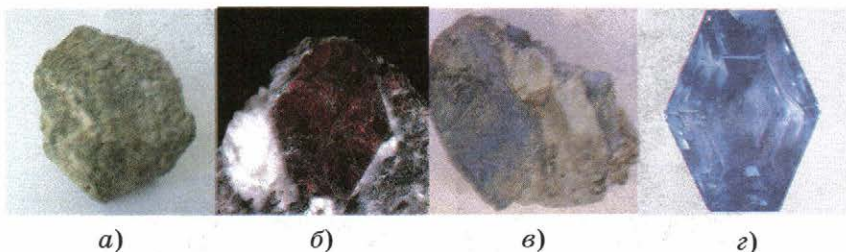
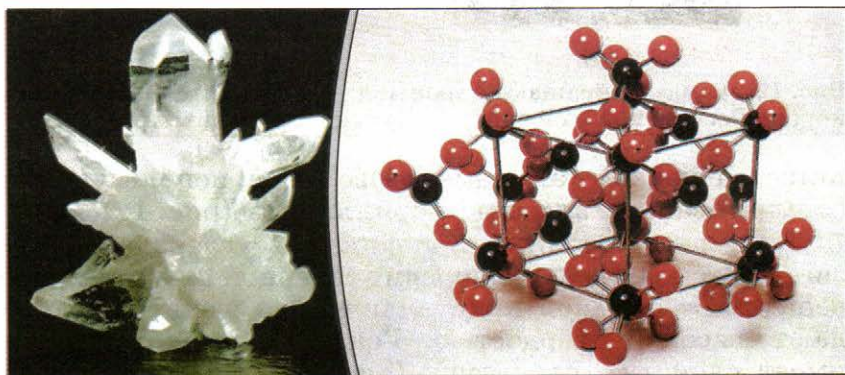

Рис. 14. Разновидности оксида алюминия: *a* — наждак; *б* — рубин; *в* — корунд; *г* — сапфир
Рис. 15. Кварц — вещество с атомной кристаллической решёткой
Атомные кристаллические решётки имеют не только простые, но и сложные вещества, например все разновидности оксида алюминия (рис. 14): наждак, корунд, рубин, сапфир. Наиболее распространённое в неживой природе соединение с атомной кристаллической решёткой — это оксид кремния (IV). Почти чистым оксидом кремния (IV) является минерал кварц (рис. 15).